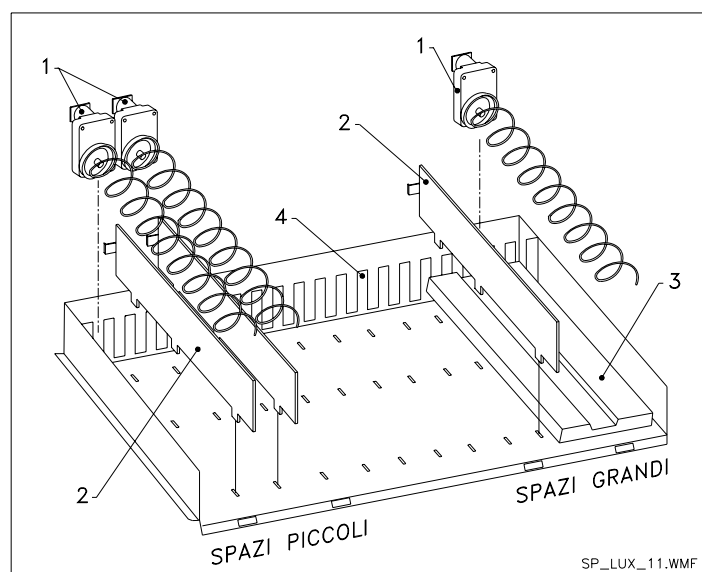

Abb. 10
9.6 VERFAHREN FÜR DIE UMWANDLUNG DER SCHUBLADEN VON EINEM GROßEN RAUM ZU ZWEI KLEINEN RÄUMEN (Abb. 10)
9.7 VERFAHREN FÜR DIE UMWANDLUNG DER SCHUBLADEN VON ZWEI KLEINEN RÄUMEN ZU EINEM GROßEN RAUM (Abb. 10)